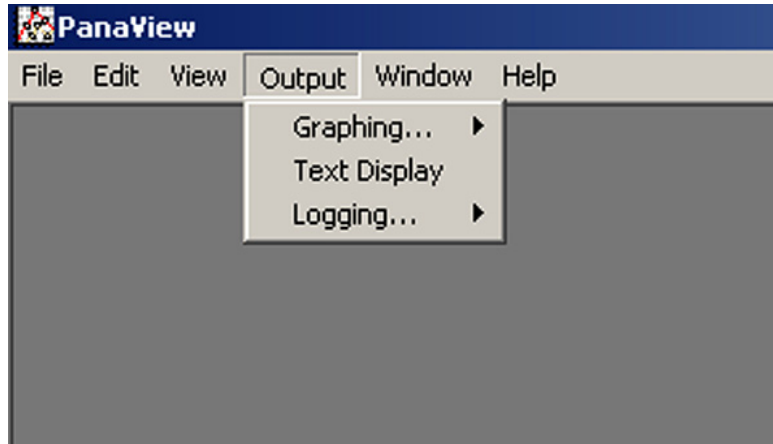

Figura 19: Menú de salida
1. En PanaView, abra el menú Output (Salida) (vea la figura 19 a continuación) y haga clic en la opción Visualización de texto.